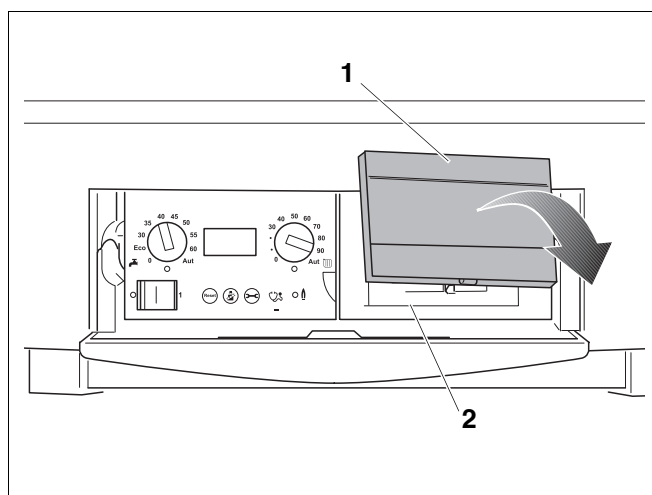

Рис. 29 Снятие заглушки и монтаж блока управления помещения RC30 на отопительном котле с функцией регулирования отопления по наружной температуре
- Снять заглушку (рис. 29, поз. 1).
- Установить RC 30 в монтажную нишу (рис. 29, поз. 2).